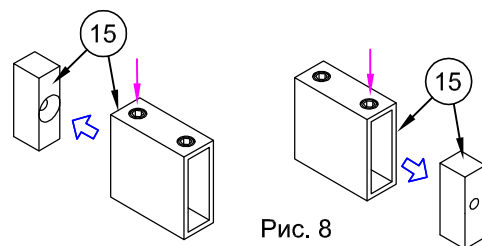

Рис. 8
3.1. Разобрать оба крепления рельс - стена №15. Для этого нужно открутить фиксирующий винт и вынуть фиксирующую бобышку (рис.8).